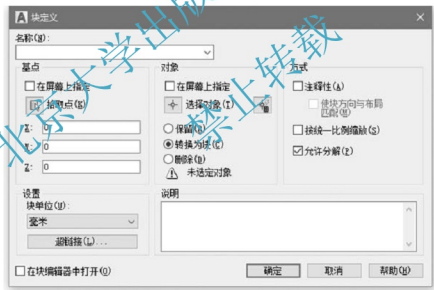

图 5.59 【块定义】对话框中【对象】选项组的设置
(1) 打开标准层结构平面图。
(2) 用【写块】命令将“1—1 断面图”和“XB-1 配筋图”制作成图块。注意【块定义】对话框中的【对象】选项组,选择【转换为块】单选框,如图 5.59 所示。